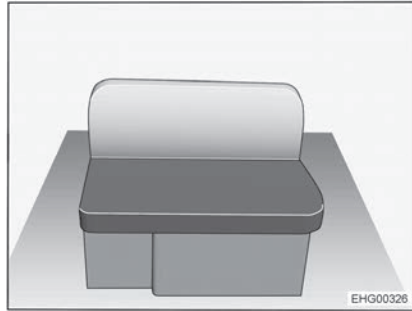

Bild 32 Längssitzbank, rechts
- Das Sitzpolster und das Rückenpolster von der Längssitzbank (Bild 32) abnehmen.